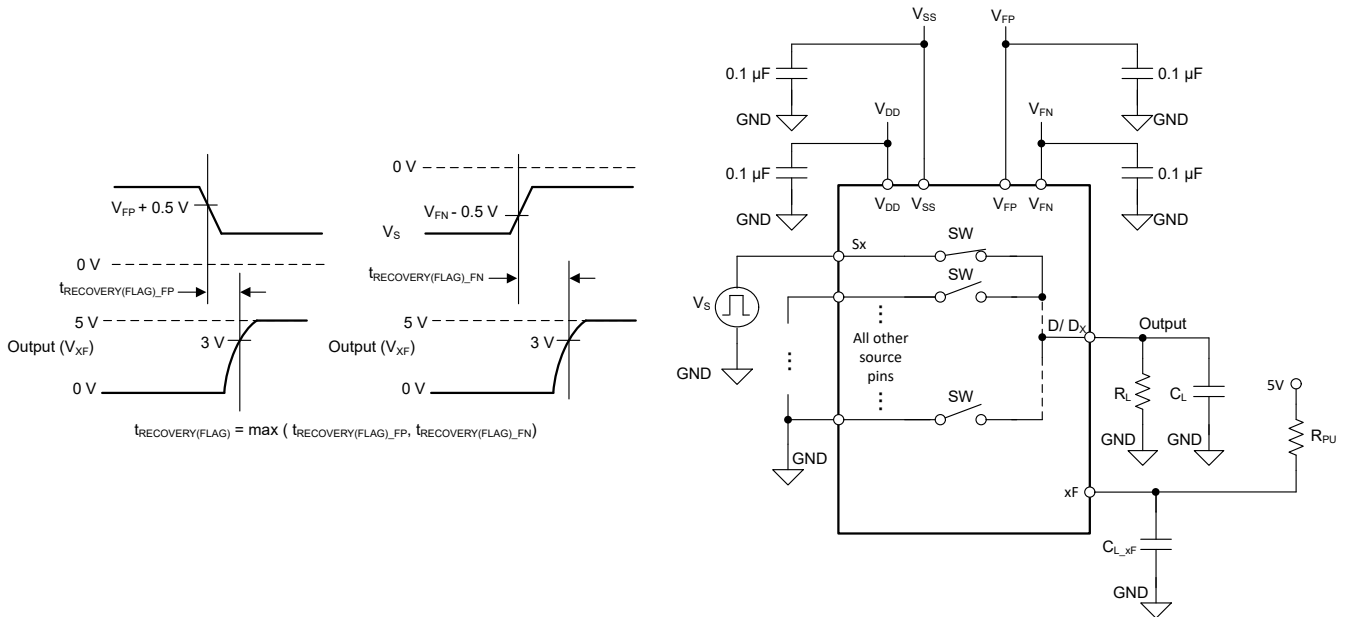

图 6-12. 故障标志恢复时间测量设置
故障标志恢复时间 ($t_{RECOVERY(FLAG)}$) 测量源电压从过压状态下降到低于故障电源电压 (V_{FP} 或 V_{FN}) 加 $0.5V$ ，与一般故障标志 (FF) 引脚或特定故障标志 (SF) 引脚在 $5V$ 外部上拉时升至 $3V$ 以上之间的延迟。图 6-12 展示了用于测量 $t_{RECOVERY(FLAG)}$ 的设置。